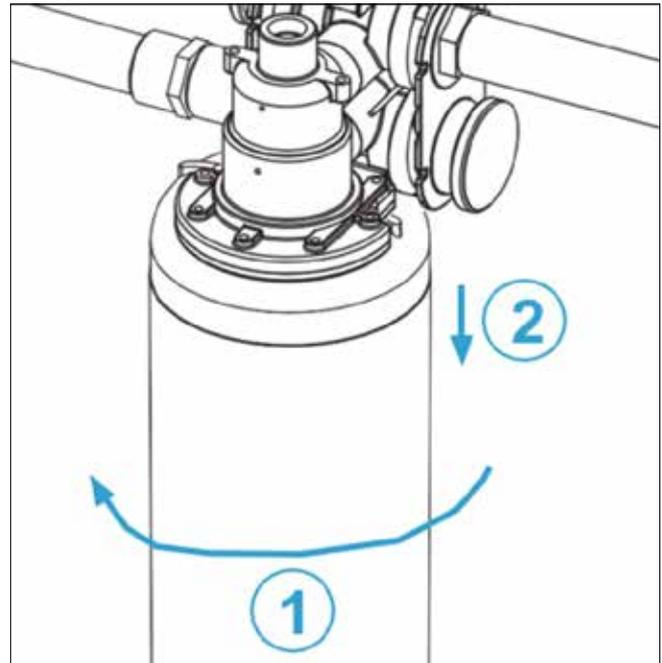

Figura 5. CAMBIO DEL CARTUCHO
1. Sujete el cartucho con ambas manos y gírelo rápidamente un cuarto de vuelta hacia la izquierda hasta que se desenganche. El agua de entrada se cortará automáticamente (Figura 5).